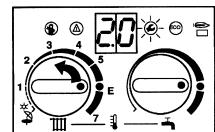

Рис. 54
- Регулятор температуры на отопление повернуть, пока не высветится "2.0", после 5 секунд появляться установленный режим работы "0.", т.е., нормальная работа (рис.54).